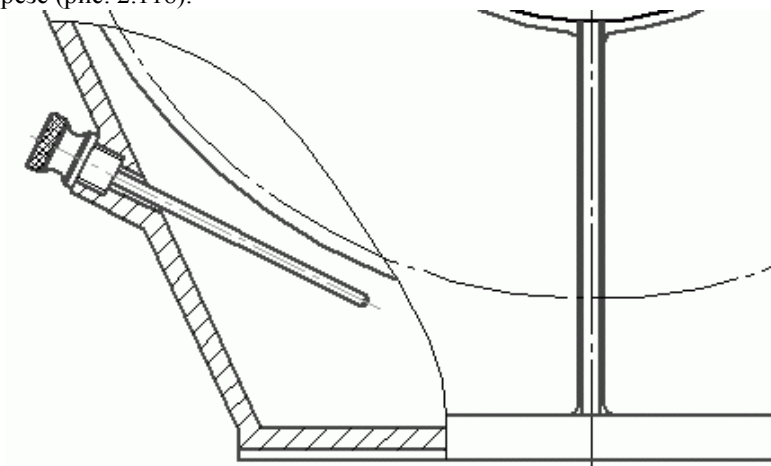

Рис. 2.118. Маслоуказательный жезл
4. Для завершения вычерчивания разреза дорисуйте нишу, удалите ненужные линии в разрезе, создайте штриховку корпуса и обозначьте дугу линии вершин зубьев колеса (диаметр 415 мм), которая видима в раз-резе (рис. 2.118).